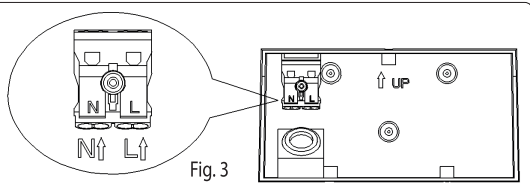

Fig. 3
- Прекарайте захранващия кабел през отвора със силиконово уплътнение разположен върху монтажната основа. Свържете захранващия кабел към терминалния блок на лампата съгласно посочената схема (Fig. 3).
- Pass the power cable through the silicone gasketed hole located on the mounting base. Connect the power cable to the lamp terminal block according to the diagram shown (Fig. 3).